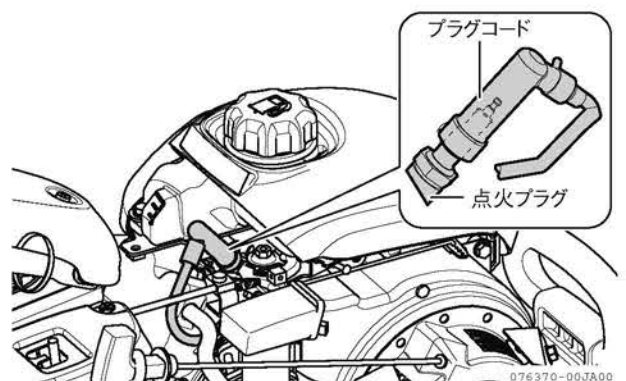
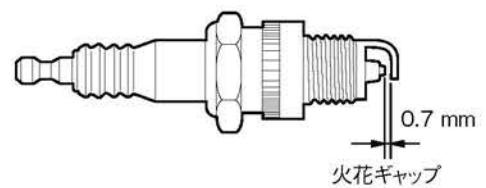

図 4-38 点火プラグ・プラグコード
図 4-40 火花ギャップ
2. プラグコードを外します。(図 4-38)
5. 火花ギャップ（電極すきま）を0.7 mmに調整します。(図 4-40)
電極部が損耗または、破損したものは新品と交換します。点検のしかたの要領で点火プラグを外し、交換してください。(図 4-38、図 4-40)